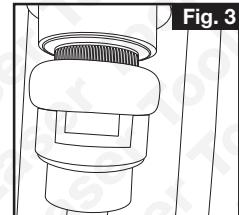

Fig. 3
1. Usando el adaptador n.º 1 en lugar del adaptador n.º 2, y el adaptador n.º 4 en lugar del adaptador n.º 3, se puede insertar de nuevo la rótula nueva en el brazo, como se muestra en la Fig. 3.